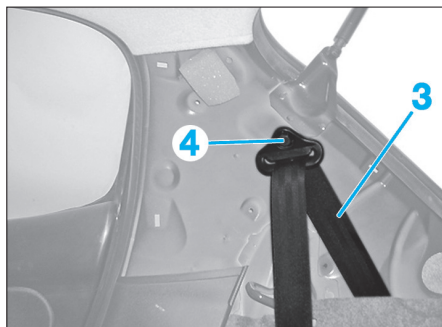

Fig. 23
- la vis (4) (Fig.23).
- Dégager la ceinture de sécurité (3).